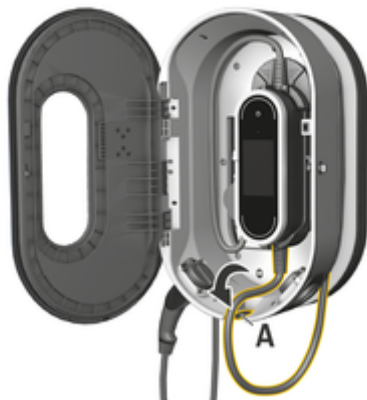

Fig. 19: Fixation de l'unité de commande
3. Faites passer le câble du véhicule par l'ouverture A (Fig. 19) et enroulez la longueur de câble non requise autour de la borne de recharge.